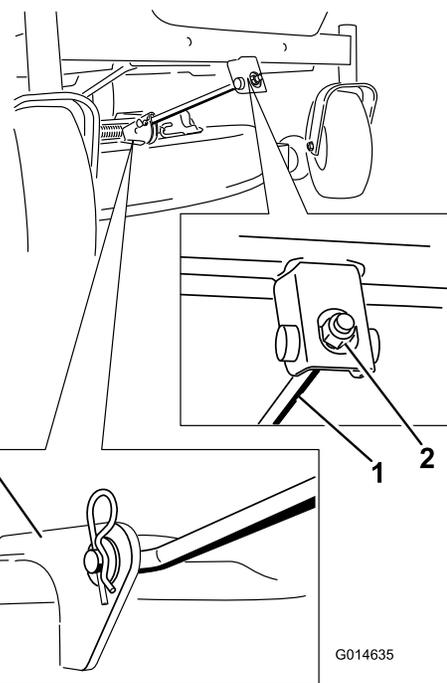

Figura 52
- Retire la claveta de la varilla de soporte delantera y retire la varilla del soporte de la carcasa (Figura 52). Baje cuidadosamente la parte delantera de la plataforma del cortacésped al suelo.
6. Conecte la varilla de soporte delantera a la plataforma del cortacésped con el pasador y la chaveta (Figura 52).